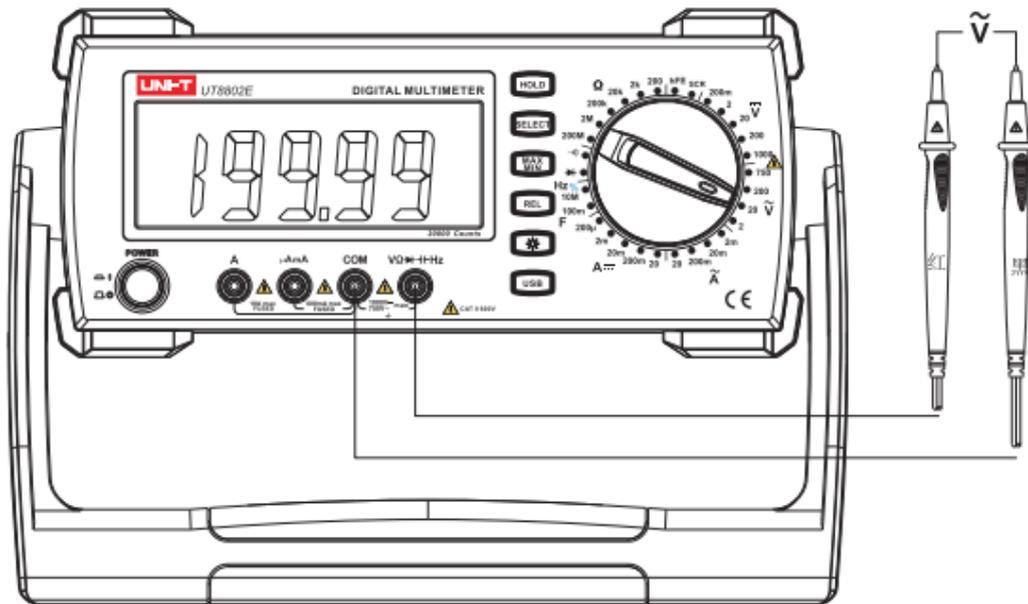

Abbildung 2
2. Messung der Wechselspannung (siehe Abbildung 2)